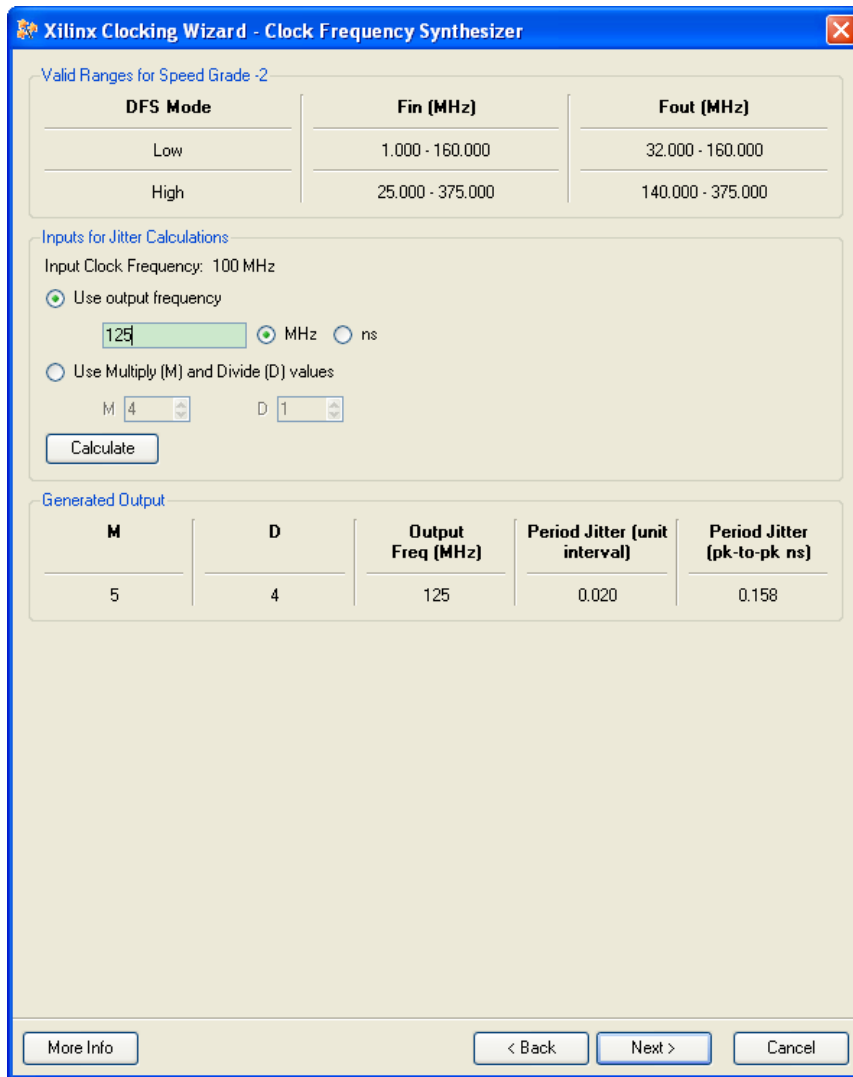

图 2.66 设置 CLKFX 输出频率界面
(2) 设置“Divide By Value”为 2，CLKDV 的输出就为 2 分频。保持其他设置为默认值，单击【Next】按钮。
(3) 单击【Next】按钮直到出现图 2.66 所示的界面。在该界面中，可以直接使用需要的输出频率。如本例中需要输出 125MHz，经计算需要先 5 倍频再 4 分频；也可以计算后输入 M 参数和 D 参数。